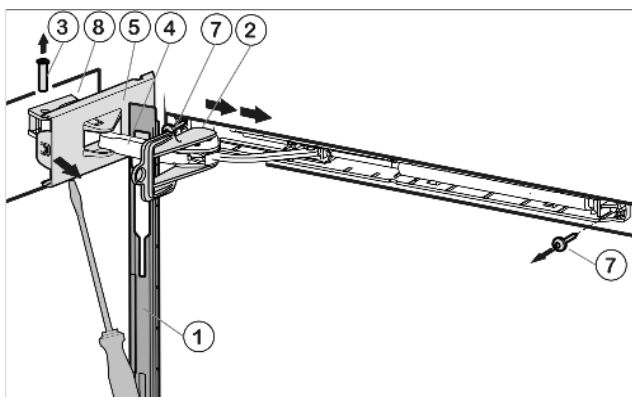

Fig. 5
- ▶ Krytku posuňte dopředu přes třmen tlumiče Fig. 5 (4) směrem k přístroji.
- ▶ Pojistku Fig. 5 (2) zaklesněte do podélného otvoru.
- ▶ Kryt Fig. 5 (5) na straně závěsu povolte šroubovákem až k první zarážce.
- ▶ Čep Fig. 5 (3) zespod vytlačte.
- ▶ Třmen tlumiče Fig. 5 (4) tlačte ve směru dveří.
- ▶ Kryt Fig. 5 (5) na straně závěsu úplně povolte a odejměte.
- ▶ Krytku Fig. 5 (1) sejměte.
- ▶ Odšroubujte jednotku tlumiče zavírání (2 x Torx® 15) Fig. 5 (7).
- ▶ Odšroubujte ložiskový díl Fig. 5 (8) a přesadte na opačnou stranu otočený o 180°. Díry pro šrouby případně předem propíchněte nebo použijte akumulátorový šroubovák.